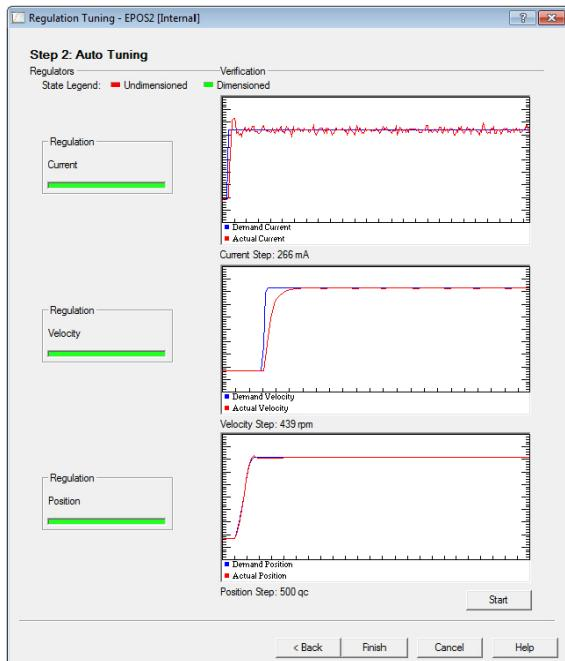

図 3-34 オート・チューニングの終了
- 電流 (current), 回転数 (velocity), 位置制御 (position) の各ゲイン調整が順番に実行されます。正しい制御ゲインが見つかると、3つ全てのステータス・バー緑色に変わりオート・チューニングは終了します。(→ 図 3-34)